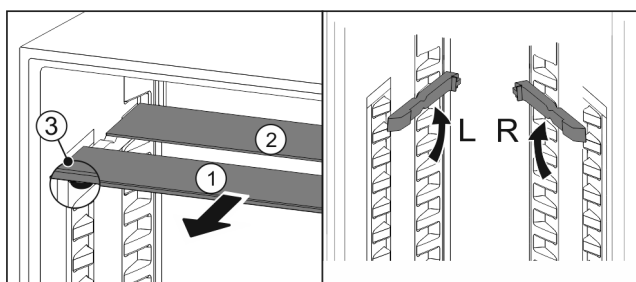

Fig. 43
- ▶ Wyciągnąć Fig. 43 (1) pojedynczo półki szklane do przodu.
- ▷ Płyta szklana Fig. 43 (1) z listwą ozdobną znajduje się z przodu.
- ▷ Stopery Fig. 43 (3) wskazują w dół. Urządzenia z komorą zamrażalnika\*